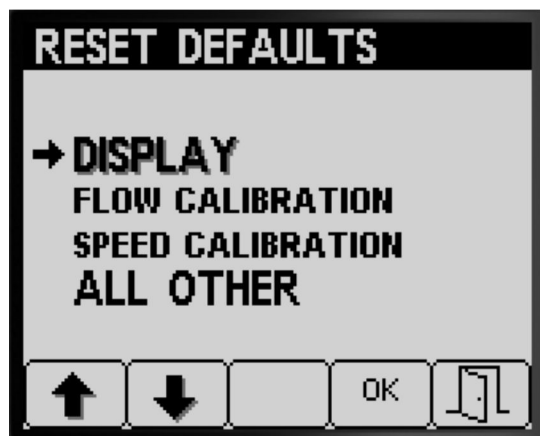

図 35
4. ボタン 4 で選択した項目をリセット 図 35。
5. 他にもリセットしたい項目があれば、ステップ3 と 4 を繰り返す 図 35。
6. ボタン5を押すと設定を保存してデフォルトにリセット設定画面を終了し、設定画面に戻る 図 35。